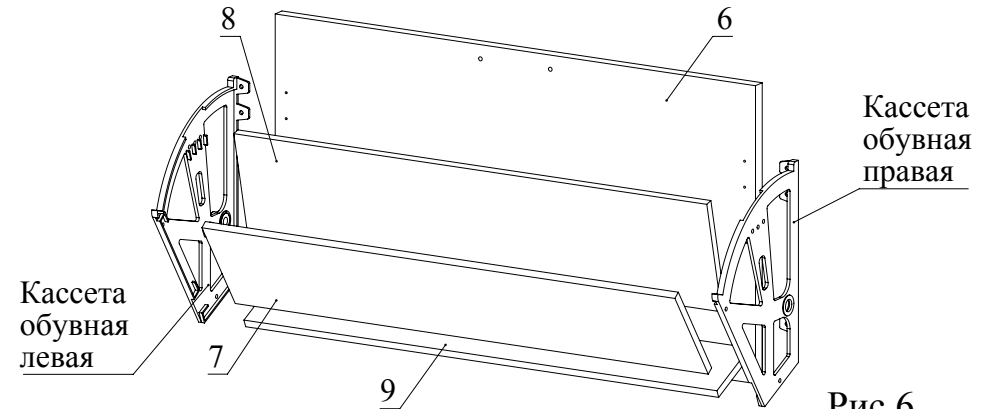

Рис.6
6. Закрепить кассету обувную левую и кассету обувную правую на детали 6 с помощью шурупов 3,5x16 (Рис. 6). Детали 7, 8, 9 вставить в пазы на корпусах кассет обувных и закрепить их при помощи шурупов 3,5x16 (Рис. 6).